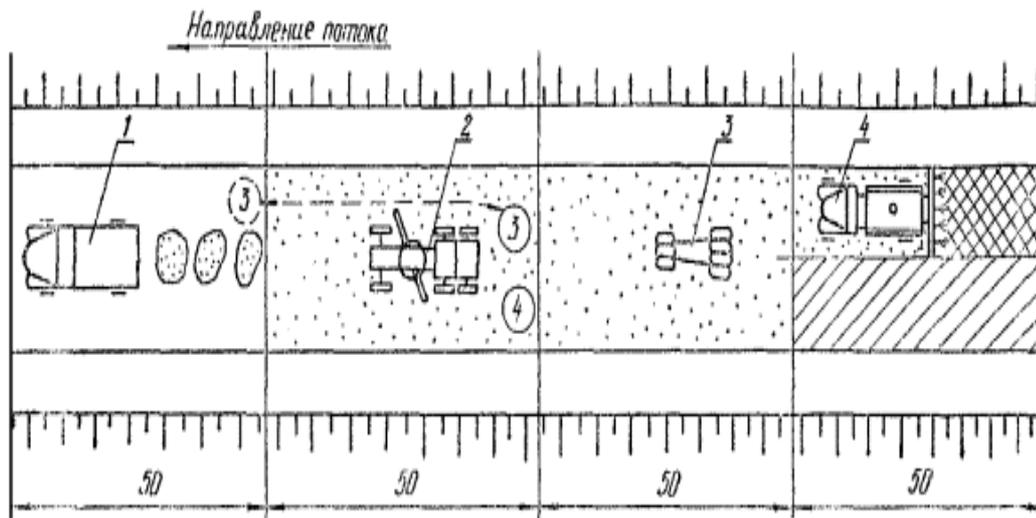

Рис. 19
25. На рис. 19 позиция 3 представлена схемой